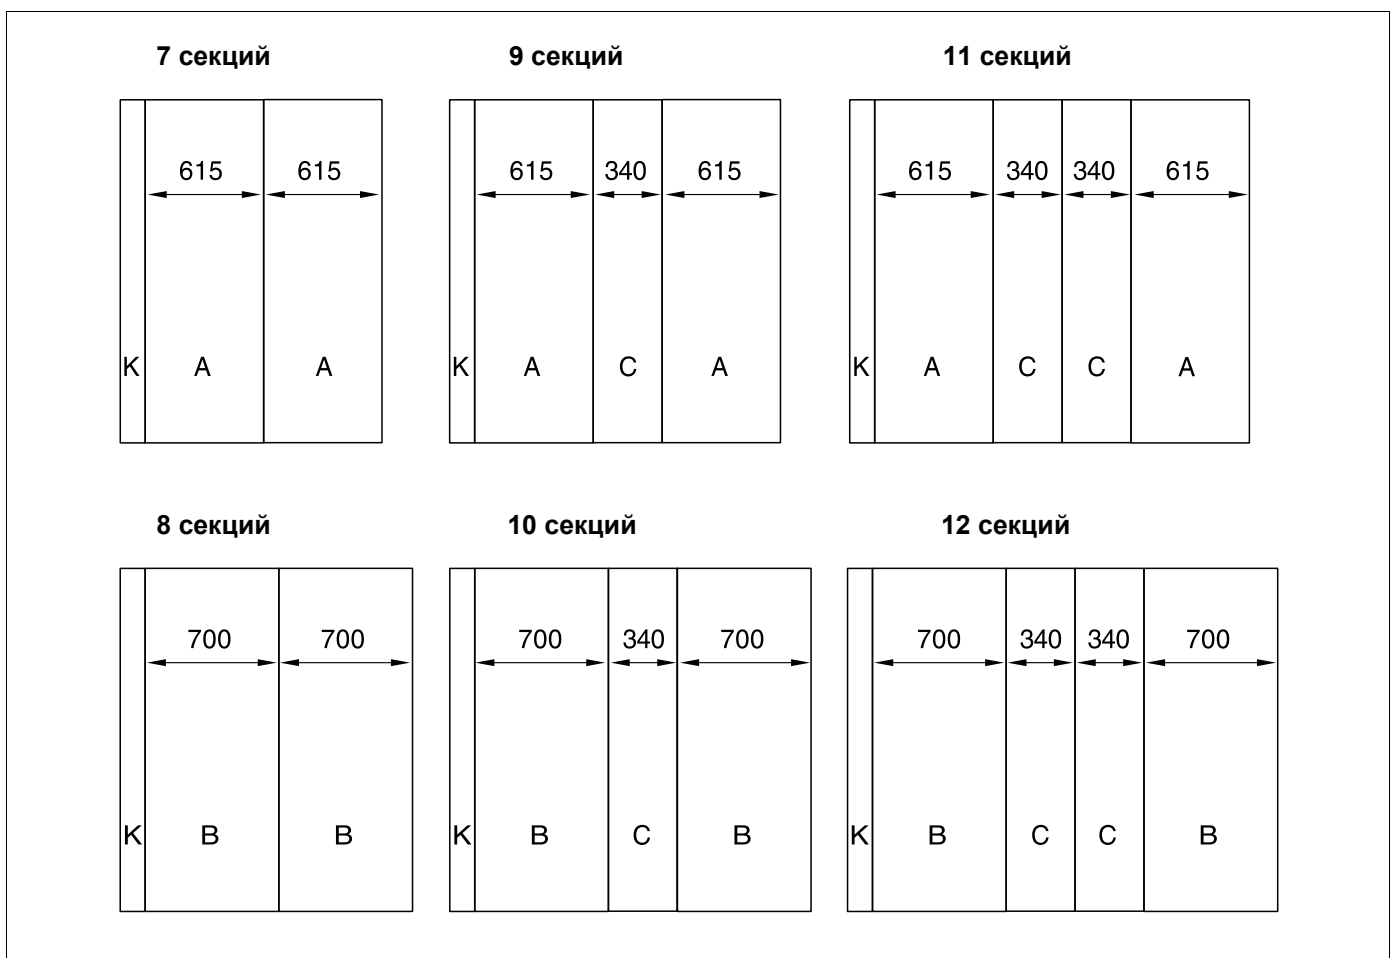

Рис. 48 Расположение боковых стенок для различных типоразмеров котлов (размеры в мм)
- Все боковые стенки монтировать согласно монтажному плану (рис. 48).